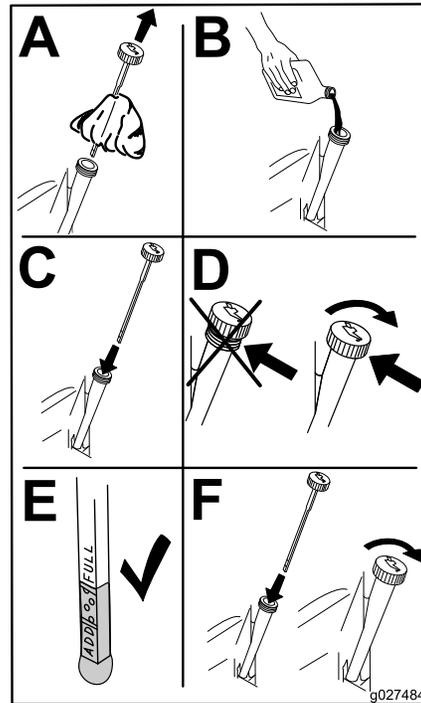

Figura 38
6. Vierta lentamente un 80% aproximadamente del aceite especificado por el tubo de llenado, luego añada lentamente el resto del aceite hasta que llegue a la marca de **Lleno** (Figura 38).